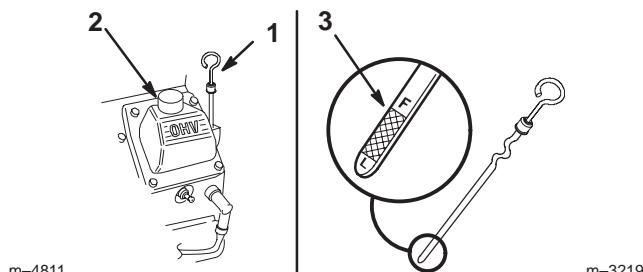

Figure 39
- Nettoyez la surface autour de la jauge d'huile (Fig. 39) pour éviter que des impuretés ne s'introduisent dans le goulot de remplissage, ce qui risquerait d'endommager le moteur.
- Sortez la jauge d'huile et essuyez soigneusement l'extrémité métallique (Fig. 39).
- Enfoncez la jauge complètement dans le goulot de remplissage. Sortez de nouveau la jauge et examinez l'extrémité métallique (Fig. 39). Si le niveau est bas, versez lentement une quantité d'huile suffisante dans le goulot de remplissage pour amener le niveau au repère du plein (F).
- Versez lentement environ 80 % de la quantité d'huile spécifiée dans le goulot de remplissage (Fig. 39) (voir Changement de l'huile moteur et du filtre, page 33).